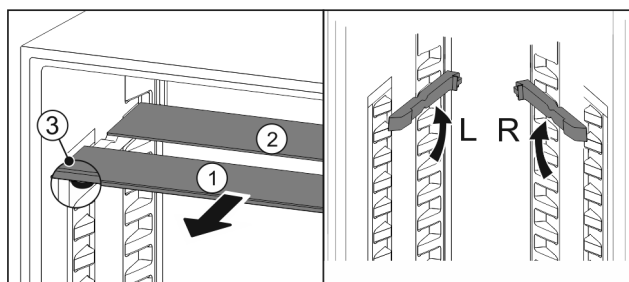

Fig. 112
- ▶ estrarre i ripiani di vetro singolarmente tirando in avanti Fig. 112 (1).
- ▷ Il piano in vetro Fig. 112 (1) con il motivo ornamentale è nella parte anteriore.
- ▷ I fermi Fig. 112 (3) sono rivolti verso il basso.